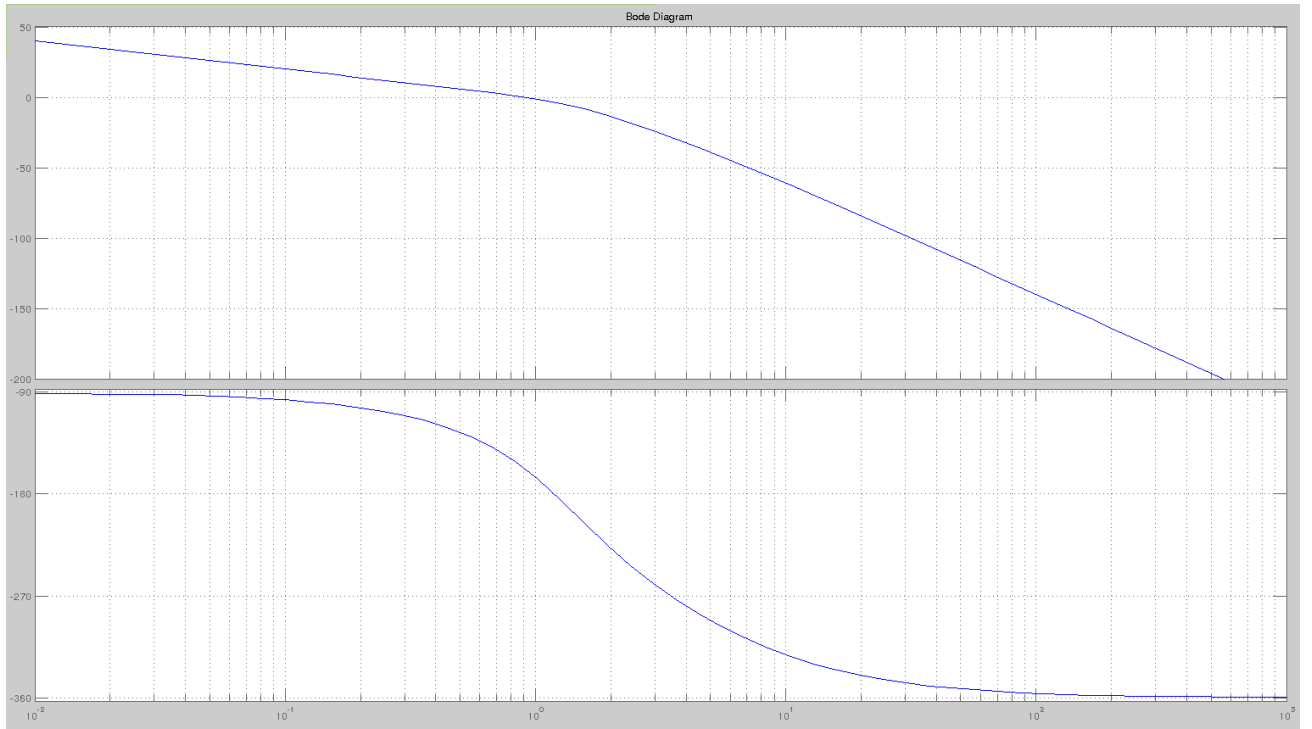

Figura 5: Bode sistema propuesto tema 2.
1. A partir del diagrama de bode de la figura 5 compensar por frecuencia el sistema 4 para lograr: